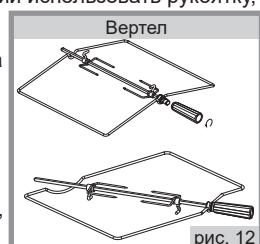

рис. 12
■ В зависимости от комфортности плиты могут комплектоваться вертелем различной конструкции со съемной рукояткой (рис.12). При установке и извлечении использовать рукоятку, которая накручивается на резьбовую втулку.